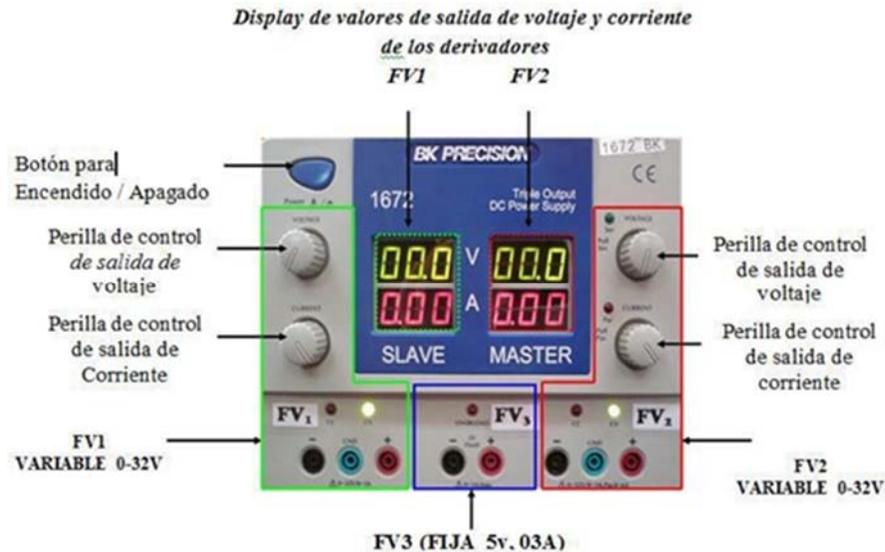

Figura 1.1. Fuente de corriente directa BK PRECISION.
- 1.1. Identifique las componentes de la fuente de alimentación de Corriente Directa BK PRECISION 1672 de la figura 1.1.